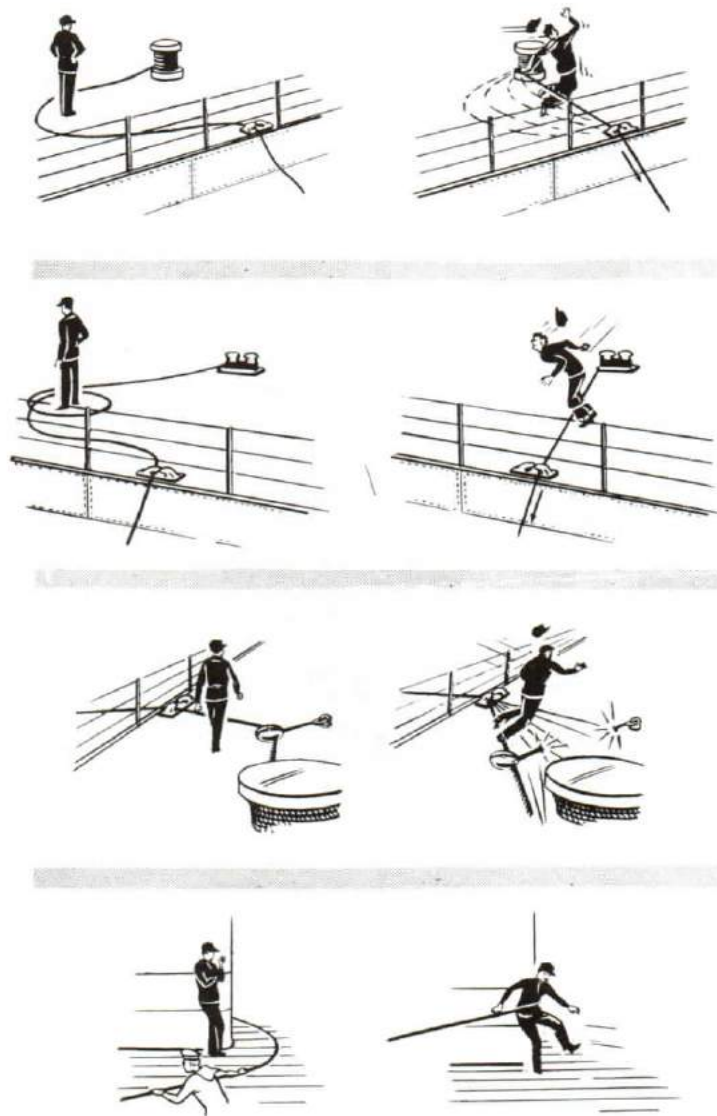

Figure 7-10
- m. When near lines or wires - DO NOT stand within a bight or coil. See Figure 7-10.
- m. Lorsqu'on travaille près de lignes ou de filins, NE JAMAIS se tenir à l'intérieur d'un double ou d'une glène (voir la figure 7-10).